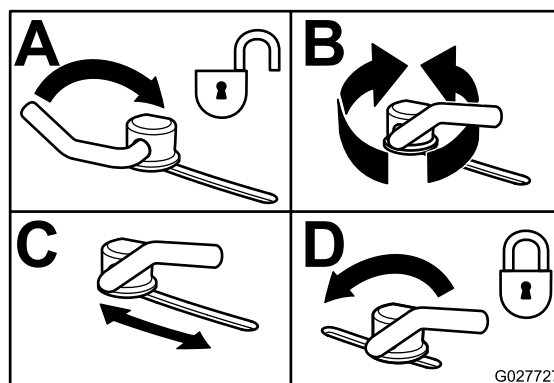

Figure 28
3. Pour régler les verrous à came, soulevez le levier pour desserrer le verrou (Figure 28).
5. Repoussez le levier à sa position d'origine pour serrer le déflecteur et les verrous (Figure 28).